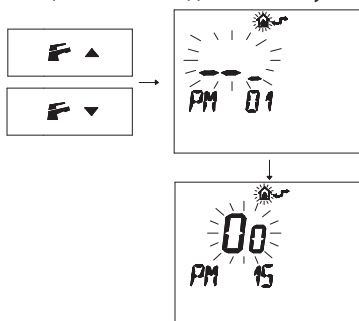

Рисунок 5.12
- Нажмите кнопку **F** **▲** или **F** **▲**, чтобы вывести на дисплей параметр "PM15" для активации внешнего датчика (Рисунок 5.12).